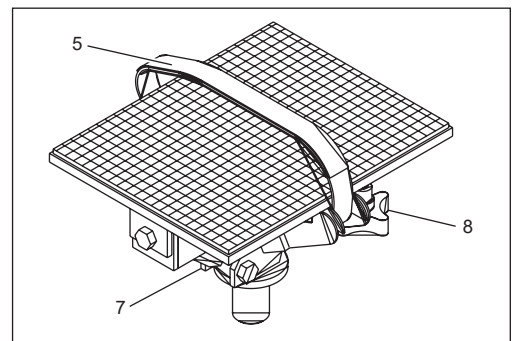

Abb. 9:
- Verstellen Sie dazu mit einem Gabelschlüssel die Welle (Abb.9/7) für die entsprechende Neigungsachse bzw. lösen Sie das entsprechende Handrad (Abb.9/8) und stellen Sie das gegenüberliegende Handrad nach.